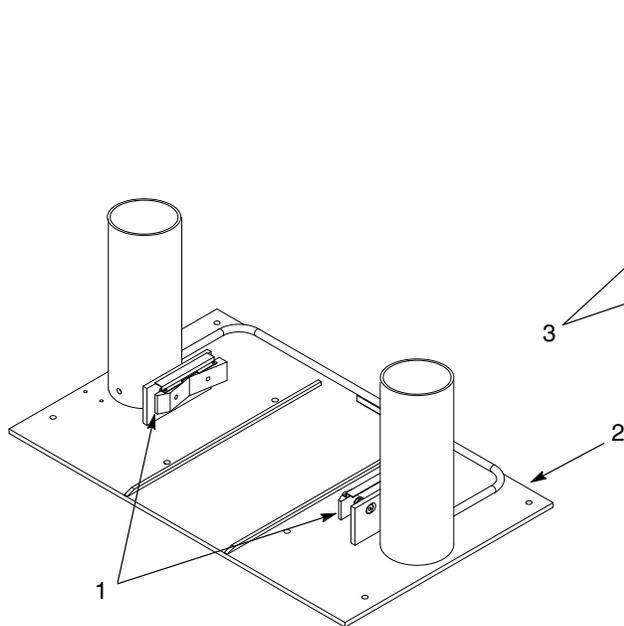

Figura 3 Regolazione dei sensori di prossimità
1. Vedi figura 3. Se pertinente, rimuovere le scarpe di trattenuta (1) dal telaio (2).